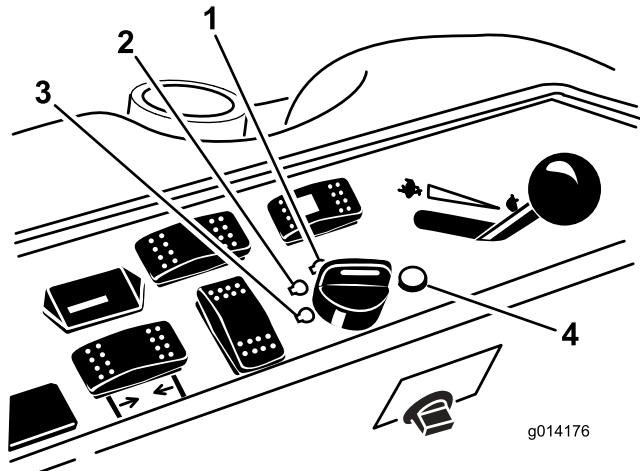

図 12
- キーを RUN 位置に回す (図 12)。
- キーを OFF 位置に回す (図 12)。すべての部分が完全に停止してから運転席を立つ。